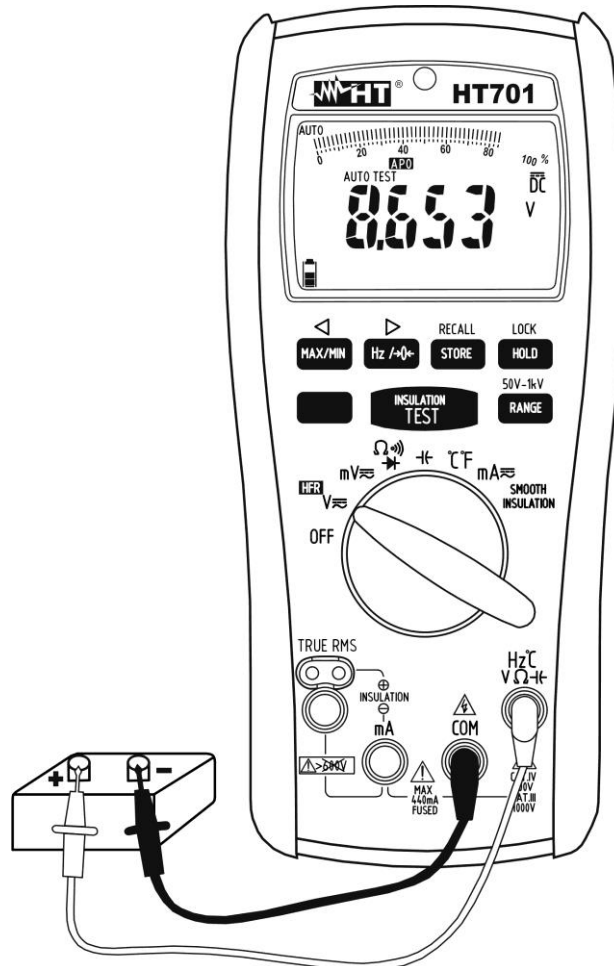

Fig. 2 : Utilisation de l'instrument pour mesure de tension DC
4. Insérer le câble rouge dans l'entrée du jack  $Hz \text{ } ^\circ C V \Omega \text{ } Hz$  et le câble noir dans l'entrée du jack **COM** (voir la Fig. 2).
7. L'affichage du symbole « - » sur l'écran de l'instrument indique que la tension a une direction opposée par rapport à la connexion de Fig. 2.